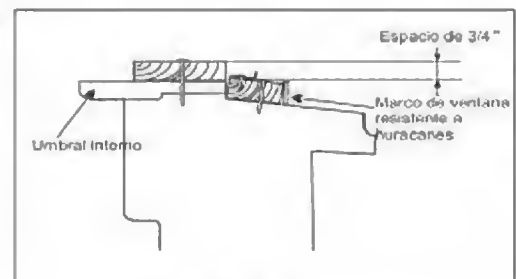

Fig. 8
7. Si una ventana resistente a huracanes interfiere, adhiera una tabla de madera de 2" de ancho al umbral interno de la ventana, a lo largo de todo el ancho del umbral. La tabla de madera deberá ser lo suficientemente gruesa como para elevar la altura del umbral de la ventana, de modo que la unidad pueda instalarse sin que el marco de la ventana resistente a huracanes interfiera, tal como se indica en la Fig. 8.
Para que sea útil, la parte superior de la tabla de madera deberá estar aproximadamente 3/4" más arriba que el marco de la ventana resistente a huracanes para sumidero. Instale una segunda tabla de madera (de aproximadamente 6" de largo por 1 1/2" de ancho y el mismo grosor de la primera tabla) en el centro del umbral externo contra la parte posterior del umbral interno. Atornille los soportes en L a esta tabla. Esto elevará el soporte en L tal como se indica en la Fig. 8.